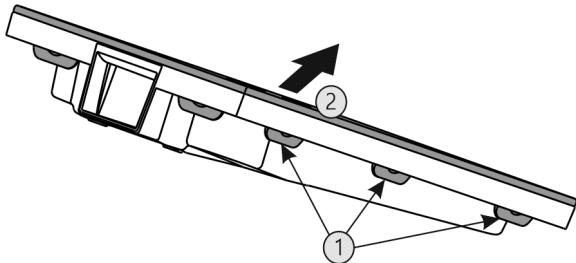

Fig. 61
- Всі накладки Fig. 61 (1) натиснути послідовно і вийняти кришку Fig. 61 (2).